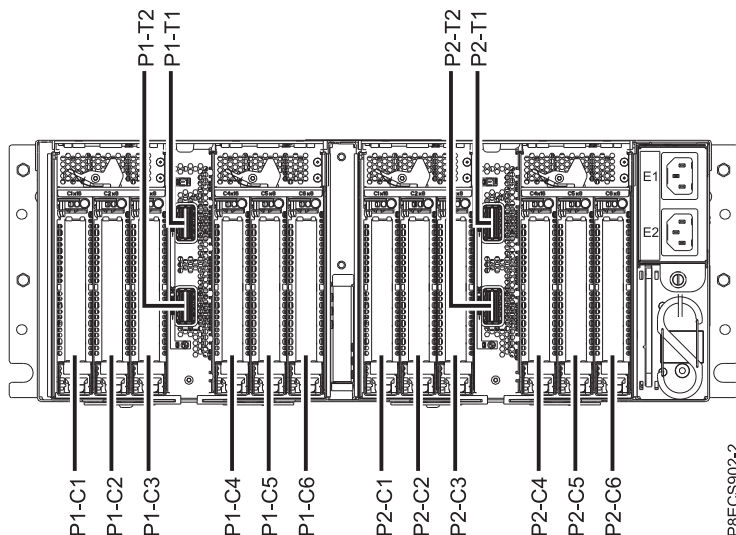

Figura 30. Ubicaciones de las ranuras de adaptador PCIe en el cajón de expansión PCIe3
2. Determine la ranura en la que desee instalar un adaptador PCIe. Consulte Reglas de ubicación del adaptador PCIe y prioridades de las ranuras para el cajón de expansión de E/S Gen3 PCIe. Las ranuras de adaptador PCIe se encuentran en la bahía del módulo de E/S instalada en la parte posterior del cajón de expansión PCIe3. Figura 30 muestra los códigos de ubicación del adaptador PCIe.